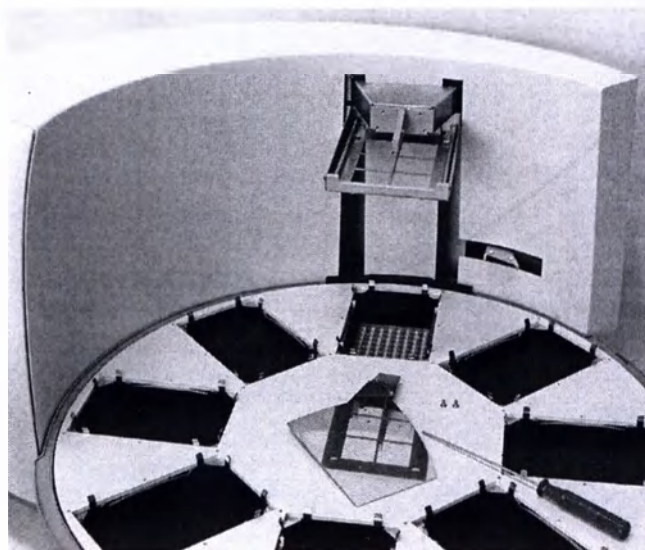

Рис. 5.11 Защитный экран перед установкой
2. Защитный экран устанавливается перед использованием инструмента. При установке необходимо следовать инструкциям, приведенным ниже. Для фиксации двух винтов (Рис. 5.11) использовать шестигранную отвертку.